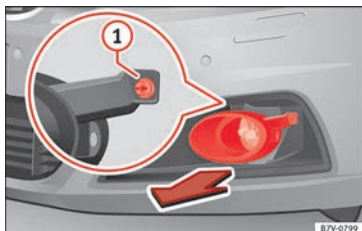

Fig. 109 Sur la partie droite du pare-chocs avant : démontage des phares.
1. Tirez le cache vers l'avant, dans le sens de la flèche » **fig. 109**.
2. Desserrez la vis de fixation » **fig. 109** ① avec le tournevis inclus dans l'outillage de bord » page 85.
10. Serrez la vis de fixation » **fig. 109** ① avec le tournevis.
11. Placez le cache sur le pare-chocs » **fig. 109**.